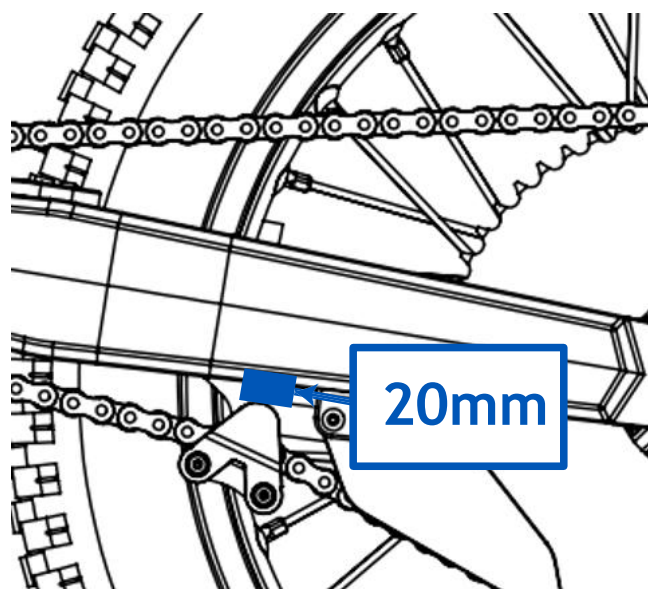

Fig. 22
- Comprobar la holgura de la cadena, de manera que la cadena tenga un juego como el que se indica en este manual, de 20 mm (Fig. 22). Para revisar esto, debe girar la rueda y verificar la holgura varias veces, midiendo siempre desde el mismo punto. La cadena no debe presentar mucho juego ni demasiada rigidez.